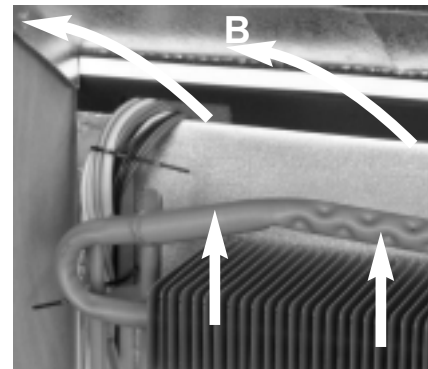

Abb. 4
Des Weiteren muss das Ableitblech (B) mit der Lippendichtung (A) den Kühlschrank gegenüber dem Wohnbereich abdichten (Abb.4).